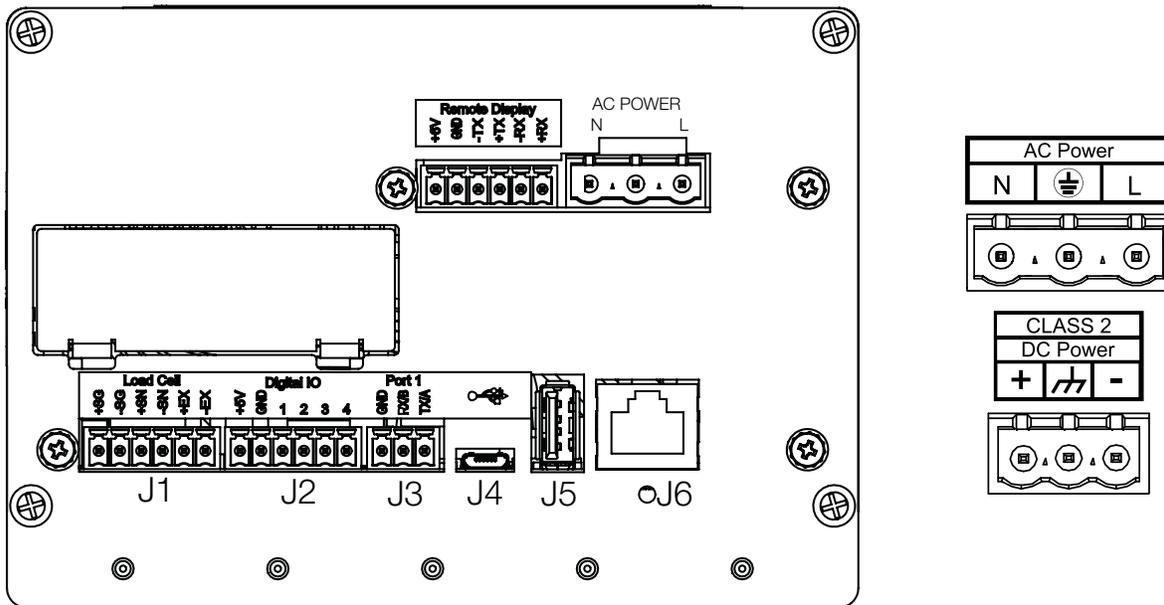

Figura 2-17. Punto de conexión de alimentación
A continuación se muestran las conexiones de alimentación para el alojamiento para panel 880. Se utiliza un conector de 3 clavijas para conectar la alimentación de CA (N.º de ref. 152334) o de CC (N.º de ref. 15888) a la placa de fuente de alimentación. Conecte los hilos como se muestra en la Figura 2-17.
El conector J3, consulte la Figura 2-17 en la página 30, proporciona las conexiones para las comunicaciones seriales RS-232 o RS-485/RS-422 de dos hilos, consulte la Tabla 2-5 para las asignaciones de clavijas.
El puerto de dispositivo USB (conector micro USB J4, Figura 2-17 en la página 30), se ha diseñado para su conexión exclusiva a una computadora. Se muestra como Virtual COM Port y se le asigna la designación "COMx". Las aplicaciones se comunicarán a través del puerto como un puerto de comunicaciones RS-232 convencional.
El 880 puede ser host de un dispositivo USB a través de la conexión USB de Tipo A (J5), consulte la Figura 2-17 en la página 30. Los dispositivos admitidos incluyen teclados y unidades de memoria USB, consulte el Apartado 3.2.11 en la página 61 para la configuración.
El 880 ofrece la comunicación Ethernet TCP/IP 10Base-T/100Base-TX mediante un conector RJ45 estándar (J6), consulte la Figura 2-17 en la página 30. Puede admitir dos conexiones simultáneas, una como un servidor, y la otra como un cliente.